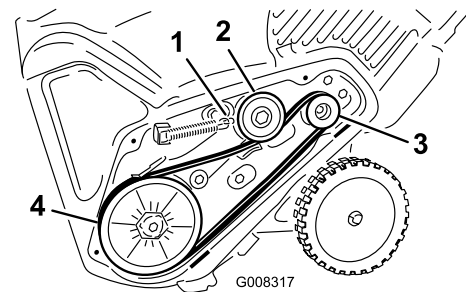

Figure 35
8. Raccrochez le ressort de frein au bras de la poulie de tension (Figure 35).
5. Montez et acheminez la nouvelle courroie comme indiqué à la Figure 35.